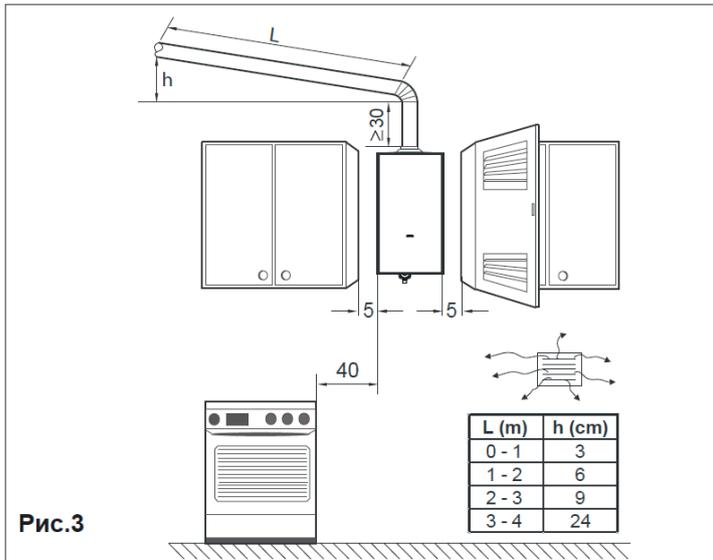

Рис.3
- Для доступа к водонагревателю оставить вокруг него свободное пространство, как показано на рис. 3.
Водонагреватели являются газовым оборудованием типа B11BS, поэтому они оборудованы устройством контроля тяги. При проектировании дымоотвода необходимо соблюдать требования действующих нормативно-правовых актов. Водонагреватель должен соединяться с дымоходом или дымовой трубой посредством дымоотводящего канала. Дымоотводящий канал должен присоединяться к дымоходу или дымовой трубе в том же помещении, где установлен водонагреватель, в крайнем случае — в смежном с ним. Материал дымоотводящего канала должен обеспечивать плотность стыков и устойчивость к механическим и тепловым нагрузкам, а также воздействию дымовых газов и конденсата. При любых внешних условиях температура в любой точке дымового канала должна быть выше точки росы. При монтаже дымоотводящего канала на горизонтальных участках необходимо обеспечить уклон вверх на 3 градуса (см. рис.3). Диаметр дымовой трубы должен быть не меньше диаметра газоотводящего патрубка прибора. Минимальная вертикальная длина дымохода от газоотводящего патрубка прибора должна быть не менее двукратного значения диаметра дымовой трубы (например, при трубе Ø 110 мм минимальная вертикальная длина дымохода составит $\text{Ø } 110 \text{ мм} \times 2 = 220 \text{ мм}$). Приборы оснащены датчиком тяги. Отсутствие тяги приводит к отключению прибора. Для корректной работы прибора перепад давления на входе в дымоход должен быть не менее 3 Па (нормальная тяга). При перепаде давления от 1 до 3 Па (неудовлетворительная тяга) убедиться в отсутствии утечек дымовых газов в помещение. Для этого необходимо поднести охлажденное зеркальце к вытяжке